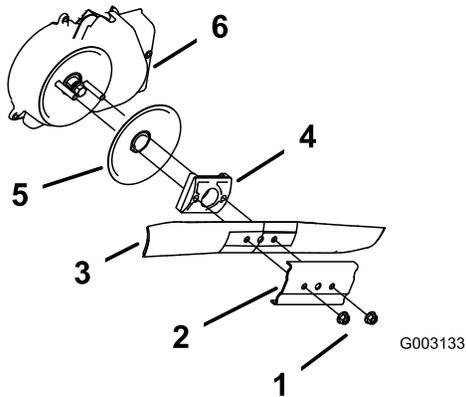

Figure 35
- Retirez les 2 écrous de la lame et le renfort (Figure 35).
- Déposez la lame (Figure 35).
- Déposez le dispositif d'entraînement de la lame et le disque (Figure 35).
- Déposez la protection du débrayage de frein de lame (Figure 35).
- Reposez la lame et le renfort déposés précédemment (Figure 35).